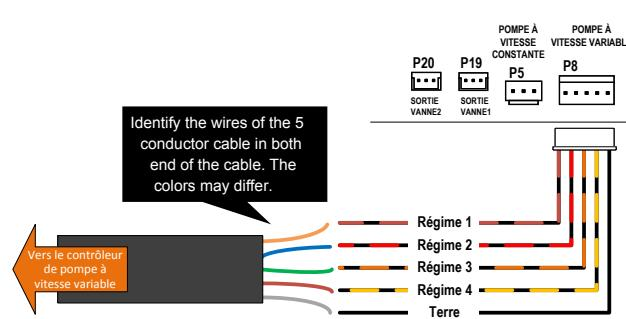

Figure 142. Câblage du câble à 5 conducteurs
2. À l'intérieur du boîtier de commande de l'appareil, utilisez l'adaptateur de faisceau étiqueté « Pump speed selector » (Sélecteur de vitesse de pompe) présent dans la pochette d'accessoires pour connecter le câble à 5 conducteurs à la borne de la carte de contrôle étiquetée « VAR PUMP » [P8]. L'adaptateur peut fournir 4 sorties numériques à 12 VCC et un signal de masse. Veillez à identifier les fils aux deux extrémités du câble à 5 conducteurs. Consultez la **Figure 142** pour plus d'informations.